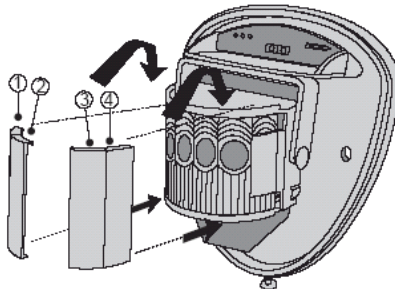

fig. 8
- De detectormodule is uitgerust met twee schuivende luikjes om de waarnemingshoek te verkleinen. Een extra set schermpjes is bijgeleverd voor het geval dat het stralingspatroon nog verder moet worden vernauwd bijv. indien de minimale waarnemingshoek van 10 graden is vereist. De schermen worden aangebracht op de draai- en neigmodule zoals in fig. 8 hieronder is weergegeven. Elke sectie van de lens van de detector geeft een dekkingspatroon van ongeveer 10 graden.
Zie fig. 8.